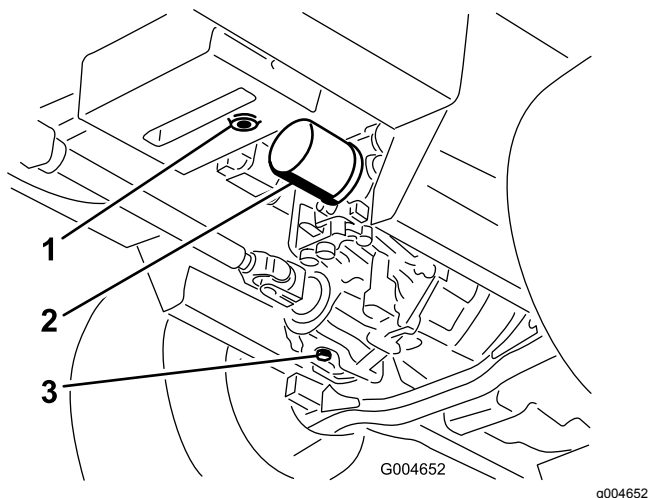

Figura 58
3. Coloque un recipiente grande debajo del depósito de aceite hidráulico y el alojamiento de la transmisión y retire los tapones; deje que se vacíe todo el aceite hidráulico (Figura 58).
4. Limpie la zona alrededor del filtro de fluido hidráulico y retire el filtro (Figura 58).